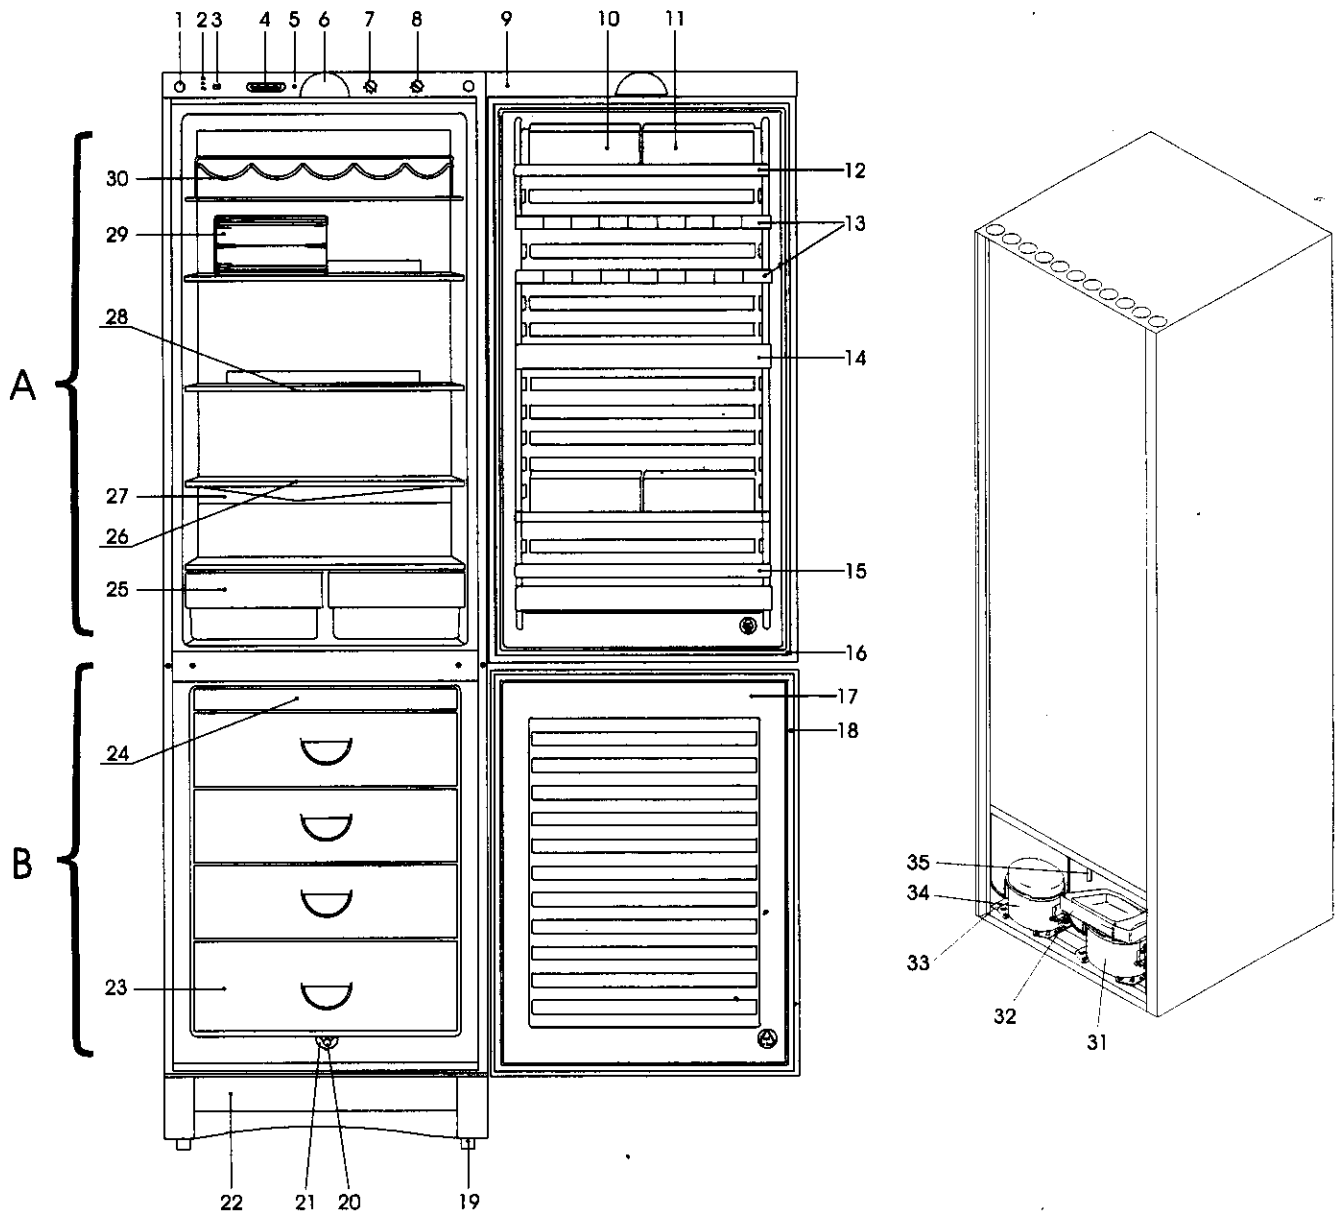
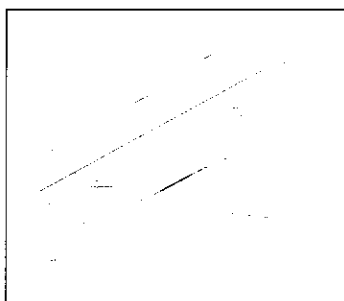
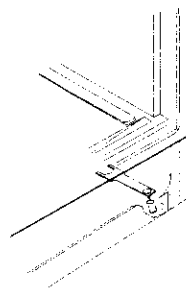

Рис.1. Схема расположения камер холодильника и его комплектующих:
Рис.3.
Рис.4.
1.2. Комбинированный холодильник - морозильник состоит из двух камер: холодильной (А) и морозильной (В) рис. 1., которые оснащены отдельными компрессорами (рис. 1а) и системой автоматики (рис. 6). Включать и пользоваться холодильной и морозильной камерой можно по отдельности, независимо друг от друга.
Рис.1 а. Вид сзади.
4.9. В процессе эксплуатации или уборки прибора, а также уборки помещения не допускайте попадания влаги на компрессор и реле (см. Рис. 1а).
5.2. Установите прибор на полу ровно, регулируя передние опоры, для чего необходимо снять декоративную панель. Большими пальцами обеих рук нажмите на панель сверху. Остальными пальцами захватите панель за выступ снизу и с усилием вытащите её на себя, (рис. 3). Для облегчения закрывания дверей и более плотного их прилегания к шкафу можно установить его с небольшим наклоном назад, регулируя опоры, с помощью специального ключа (рис. 4). Диапазон регулирования ограничен конструкцией опор. Задние опоры не регулируются. Они выполнены в виде роликов (рис. 1а) и служат для облегчения перемещения прибора.
Овощи и фрукты храните в специальных ящиках (рис. 1), расположенных в нижней зоне холодильной камеры. Оптимальные сроки хранения свежих продуктов в холодильной камере приведены в таблице:
6.10. Для удобного размещения продуктов в высокой посуде предусмотрена перестановка полок по высоте. Полка холодильника выдерживает распределенный вес не более 35 кг. Полки двери также можно переставлять (см. рисунок 1). Обратите внимание на то, что нижние полки по глубине больше, чем верхние. Установка этих полок, вместо верхних, может привести к тому, что дверь холодильной камеры не будет закрываться. Кроме этого, следует обратить внимание на пластмассовые накладки полок. Передние накладки полки имеют одинаковую форму. Задние имеют два вида: овальные (для нижних полок) и с барьером (для верхних полок, установленных перед испарителем). Неправильная установка полок может привести к поломке накладок.